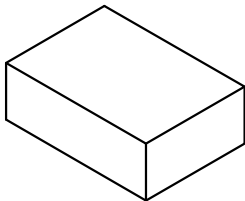

图3 内盒包装
- 2: 如图3, 每内盒装8小袋, 装盒后贴上物料标签, 数量为8X1000pcs。